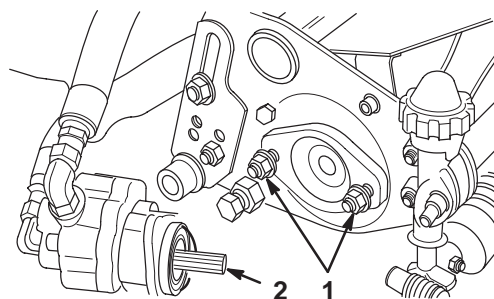

Figure 8
2. Installez les écrous de montage du moteur d'entraînement des cylindres sur chaque plateau de coupe. Laissez dépasser environ 13 mm de filetage sur chaque goujon de montage (Fig. 8).
4. Enlevez les capots de protection des plateaux de coupe et des arbres des moteurs d'entraînement des cylindres. Lubrifiez l'arbre cannelé de chaque moteur avec de la graisse propre, puis montez le moteur en le tournant dans le sens horaire de sorte que ses brides évitent les goujons. Tournez le moteur dans le sens anti-horaire jusqu'à ce que les brides encerclent les goujons, puis serrez les écrous de montage (Fig. 8).